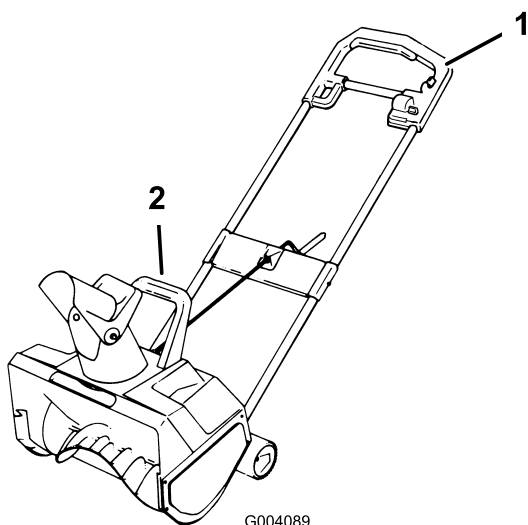

Figure 11
- Pour dégrossir les gros amoncellements de neige, soulevez la déneigeuse par le guidon et la poignée inférieure (Figure 11) et placez-la directement sur le tas de neige. Laissez le poids de la déneigeuse dégrossir l'amoncellement de neige et travaillez d'arrière en avant.